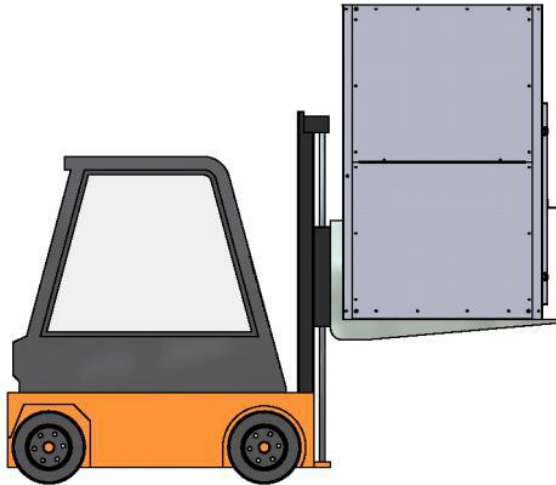

Figura 4
- 3.5. Para descargar la subestación utilice un montacargas provisto de brazos lo suficientemente largos para cruzar la base de la subestación y poder soportar de manera correcta la subestaciones (ver Figura 4).